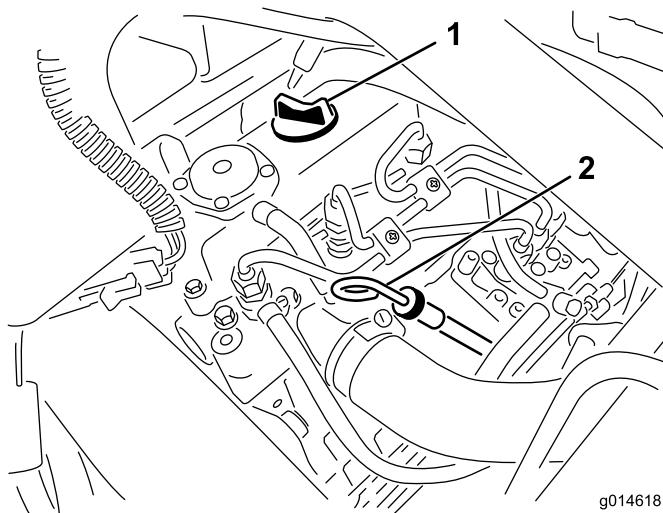

图28
2. 取出量油尺，用干净的抹布擦拭（图28）。将量油尺插入量油尺管道中，并确保它完全插入。从量油尺管道取出量油尺，查看油位。如果油位较低，请从气门室盖上拆下加油颈盖，然后**缓慢**添加足够机油，将油位水平提高到量油尺上的 Full（已满）标记。在此过程中应**缓慢**添加机油并不时检查油位。**切勿过量添加。**